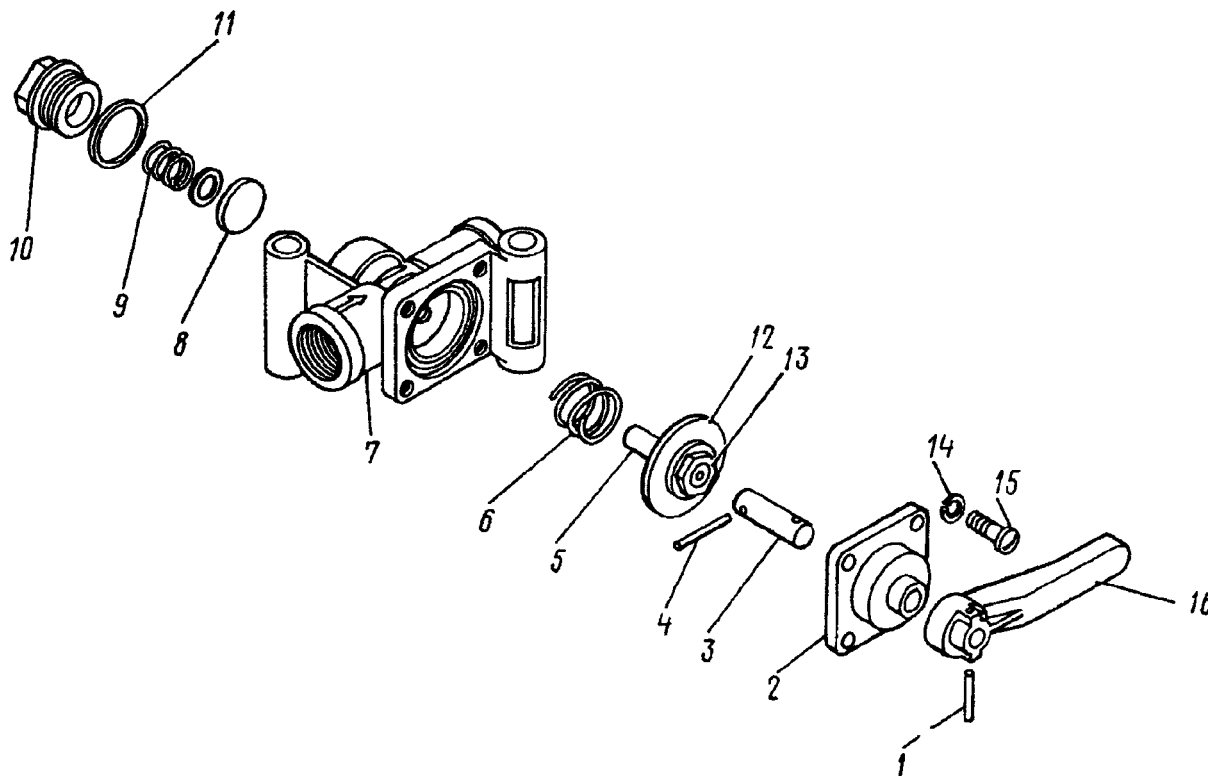

Рис. 325. Кран разобшительный:
2. Выньте из толкателя 3 (рис. 325) штифты 1 и снимите ручку 16 крана	Плоскогубцы, бородок, молоток